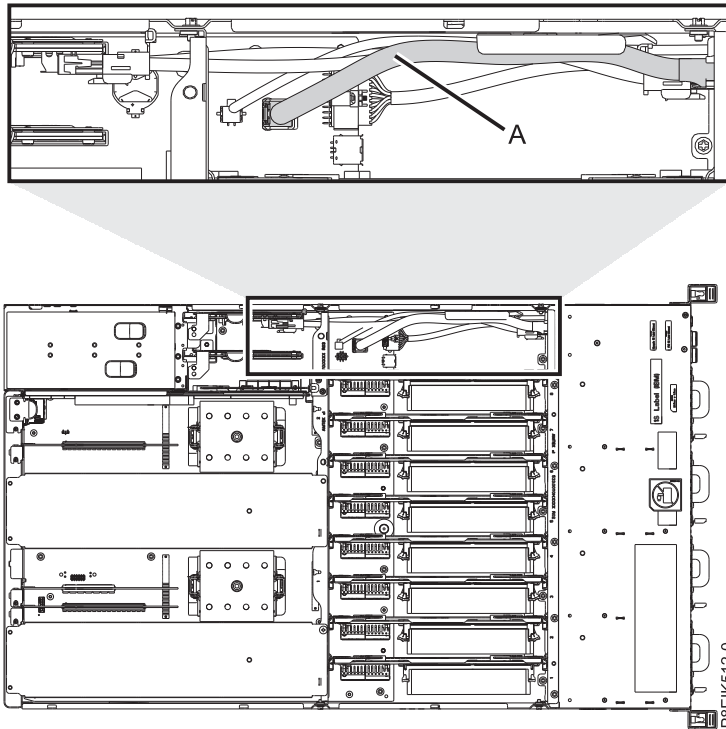

Figure 54. Emplacement du câble d'interface des ventilateurs et des disques et des connecteurs
2. Localisez le câble d'interface des ventilateurs et des disques (A). Situés le long de la paroi interne du système, il relie le fond de panier système à la carte des ventilateurs et des unités de disque. Voir figure 54, à la page 46.